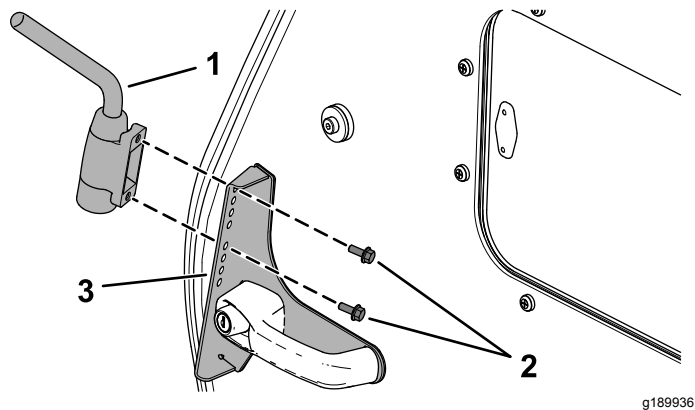

图5
7. 如图5所示用 2 个凸缘头螺丝6 x 16mm将镜臂安装到镜子底座的顶孔中。